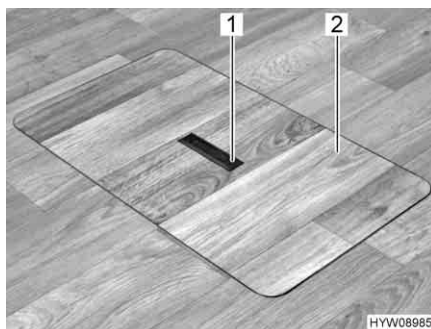
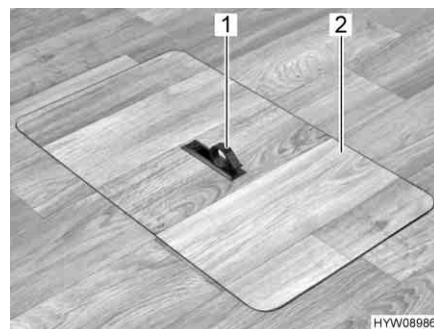

Fig. 81 Copertura vano pavimento (maniglia abbassata)
Fig. 82 Copertura vano pavimento (maniglia estratta)
- Spingere la piastra di presa (Fig. 81,1) verso il basso da un lato. La maniglia (Fig. 82,1) viene ruotata verso l'alto.
- Alzare la copertura (Fig. 82,2).
- Collocare la copertura (Fig. 82,2) nell'intelaiatura presente sul fondo.